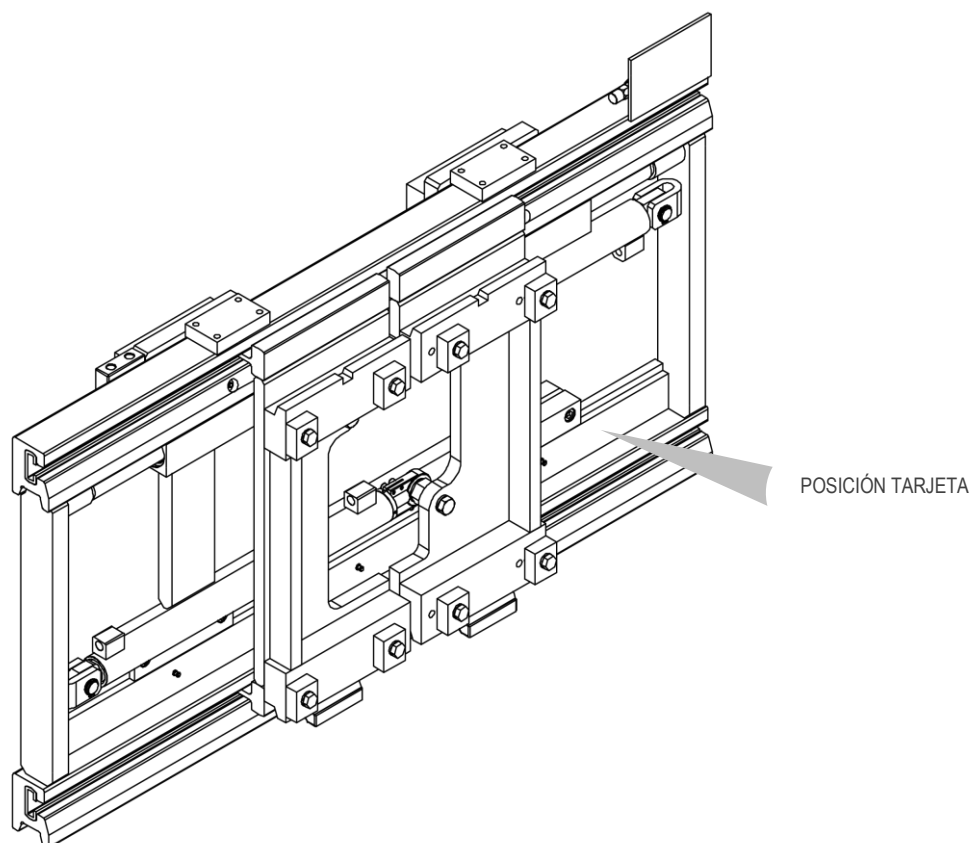

Figura 1
Todos los implementos A.T.I.B. – “POSICIONADOR DE HORQUILLAS TIPO 678 | 679 | 688 | 689 | 579” son identificados de una tarjeta adhesiva (mira *Tabla 1*) puesta sobre el implemento (la posición de la tarjeta puede variar según el tipo de implemento, mira *Figura 1*). Siempre referirse a la matricula.
7. Conectar el circuito hidráulico; asegurándose de que la presión de trabajo de las tuberías sea superior o igual a la indicada en la tarjeta identificadora (mira *Figura 1* y *Tabla 1* a pag. 8).
14. Conectar el circuito hidráulico; asegurándose de que la presión de trabajo de las tuberías sea superior o igual a la indicada en la tarjeta identificadora (mira *Figura 1* y *Tabla 1* a pag. 8).